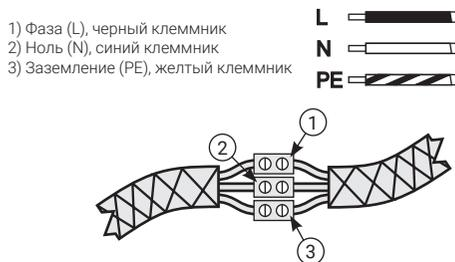

Рис.4
- 4.2.6. Провод заземления модуля имеет желто-зеленый цвет и желтый клеммник (рис. 4 «3») фаза (L) - черный цвет и черный клеммник (рис. 4 «1»), ноль (N) - синий цвет и синий клеммник (рис. 4 «2»).